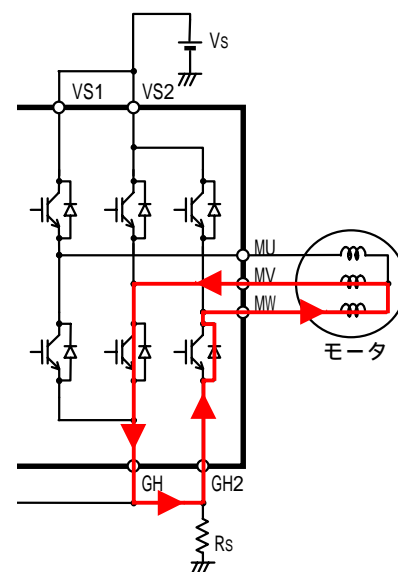

図11 . 還流電流の一例
- ・過電流検出回路はRSシャント抵抗に正方向に流れる電流をRS端子で検出し、電流制限用基準電圧に達すると、下アーム出力を遮断する構成となっています。この場合シャント抵抗に流れない電流、例えば還流電流（図11参照）等は検出できません。